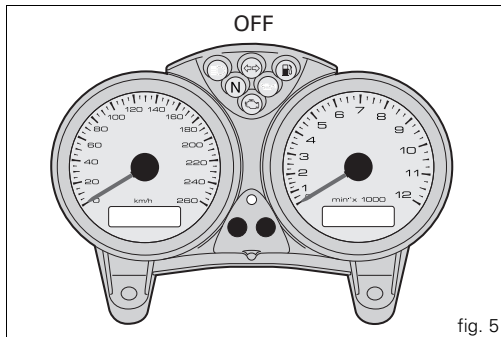
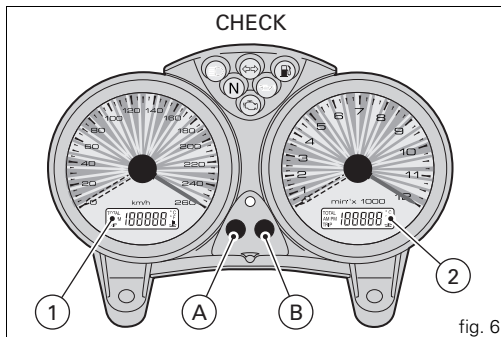

fig. 5
fig. 6
À l'allumage (en tournant la clé de contact de la position **OFF** à la position **ON**), le tableau de bord effectue un diagnostic de l'instrumentation (cadran, écran, témoins) (voir les fig. 5 et fig. 6).
Appuyer sur la touche (A, fig. 6), clé sur ON, pour basculer entre le totaliseur partiel et le compteur kilométrique et, si le témoin de la réserve est allumé, pour voir également le compteur de kilomètres parcourus en réserve.
Pour mettre le totaliseur journalier à zéro, appuyer sur la touche (A, fig. 6) pendant plus de 2 secondes quand **TRIP** est affiché (LCD 1).
Appuyer sur la touche (B, fig. 6), clé sur ON, pour afficher l'horloge et la température de l'huile.
Appuyer sur la touche (B, fig. 6) pendant au moins 2 secondes pour afficher l'heure sur l'écran (2, fig. 6). Sélectionner AM/PM en appuyant sur la touche (A, fig. 6). Appuyer sur la touche (B, fig. 6) pour régler les heures. Appuyer plusieurs fois sur la touche (A) pour modifier l'heure. Appuyer sur la touche (B) pour régler les minutes. Appuyer sur la touche (A) pour faire avancer les minutes ; en appuyant pendant plus de 5 secondes, les minutes défilent plus rapidement. Appuyer sur la touche (B) pour sortir du mode de réglage.
Quand le témoin de la réserve s'allume, l'écran (2, fig. 6) affiche « **FUEL** » et les kilomètres parcourus en réserve s'affichent sur l'écran (1, fig. 6) précédés de la lettre « **F** » (FUEL).
L'affichage de « **MAInt** » (1, fig. 6) indique qu'une révision est nécessaire dans le cadre de l'entretien périodique : ce message reste affiché pendant 5 secondes chaque fois qu'on met le contact. Quand « **MAInt** » s'affiche, prendre rendez-vous avec un concessionnaire ou un Atelier agréé Ducati pour effectuer la révision de la moto.
En appuyant sur la touche (B, fig. 6) dans les 5 secondes suivant la rotation de la clé sur la position ON, chaque pression sur cette touche déterminera une variation de l'intensité lumineuse du tableau de bord.